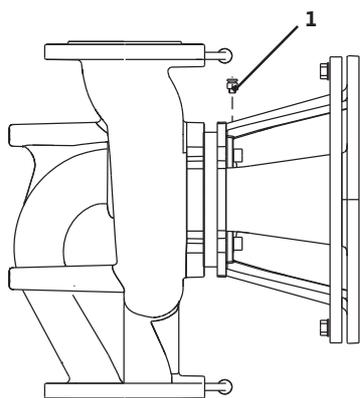

Fig. 40: Ilmausventtiili
- Ilmaa pumpun avaamalla ilmausventtiilit (Fig. 40, kohta 1). Kuivakäynti rikkoo pumpun liukurengastiivisteeseen. Paine-eroanturia ei saa ilmata (rikkoutumisen vaara).